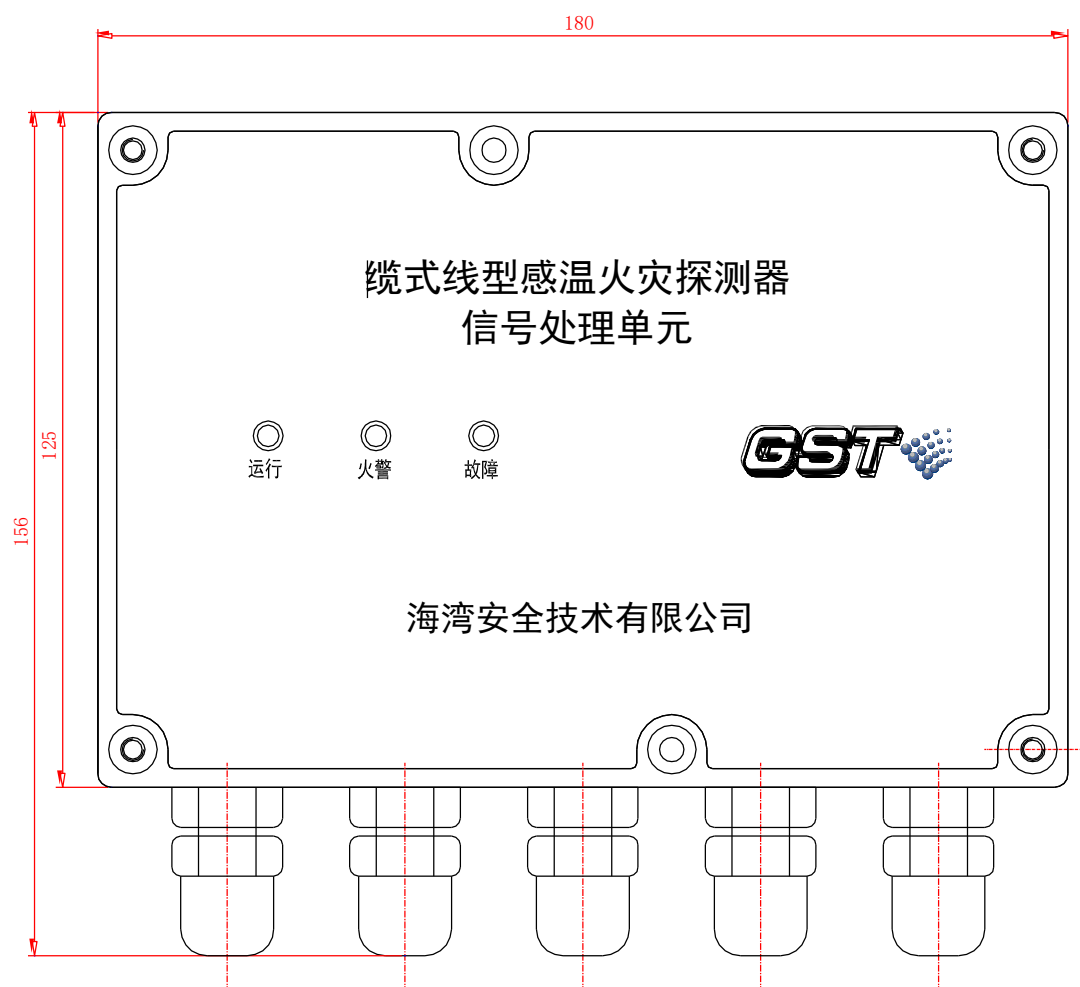
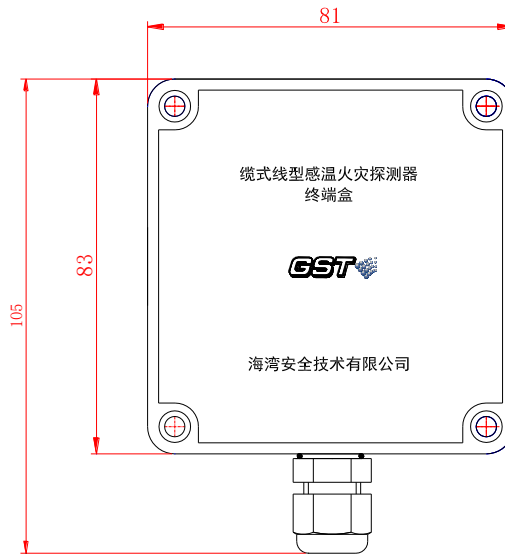

图1 处理单元外形示意图
图2 终端盒外形示意图
1. 探测器的处理单元和终端盒外形示意图如图1图2所示（单位：mm）。